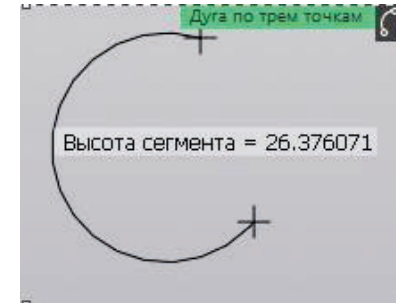

Рисунок 1.38 – Дуга по трем точкам
**5.1 Дуга по трем точкам.** В этой команде создание дуги обозначается тремя контрольными точками и позволяет создать дугу по высоте сегмента дуги (рисунок 1.38).